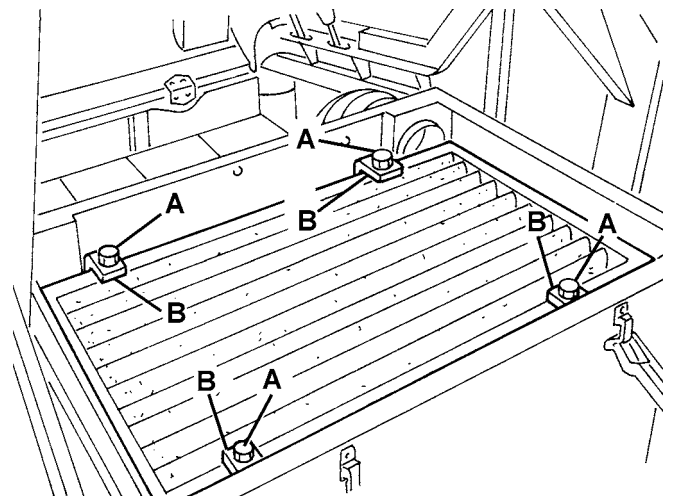

Abbildung 16
6. Die Knöpfe (A, Abb. 16) ausschrauben und die Bügel (B) entfernen.